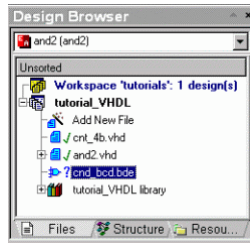

Рисунок 1.16 – Додавання файлу логічної схеми в проект
1.2.4.6 У вікні **Design Browser** з'явиться новий файл – **cnt_bcd.bde** (рис. 1.16).